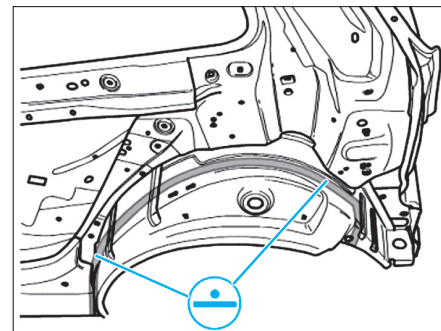

FIG. 115
- Apposer et ajuster le passage de roue extérieur et le souder comme illustré (Fig.115).